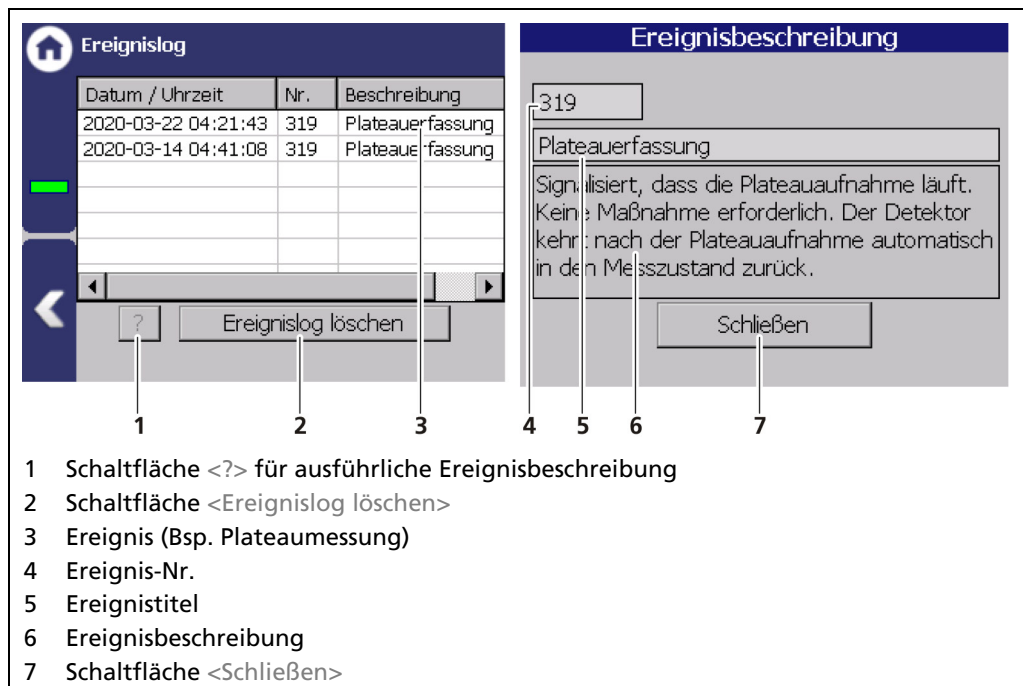

Abb. 58 Ereignislog
Dieses Menü zeigt Ihnen den Detektortyp (Abb. 58, Pos. 1) sowie eine Übersicht über die Softwareversion (Abb. 58, Pos. 2) des Detektors.
3. Der USB-Speicher wird nach einigen Sekunden vom System erkannt und die Schaltfläche <Firmware-Update> (Abb. 58, Pos. 3) kann angeklickt werden.
4. Klicken Sie auf die Schaltfläche <Firmware-Update> (Abb. 58, Pos. 3).
- Das Fenster „Firmware-Datei wählen“ (Abb. 58, Pos. 4) erscheint.